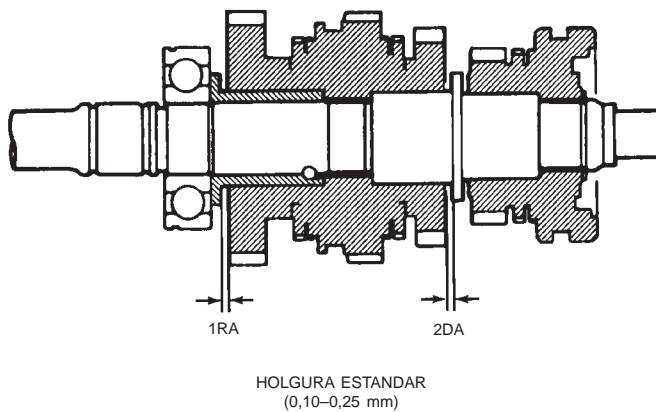

Fig. 113 Comprobación de holgura de empuje de engranajes de Primera-Segunda
(24) Compruebe la holgura de empuje de los engranajes de primera-segunda velocidad (Fig. 113). La holgura estándar es de 0,10 – 0,25 mm (0,004 – 0,010 pulg.). Si la holgura no cumple con las especificaciones, consulte la sección Limpieza e inspección dentro de este grupo.